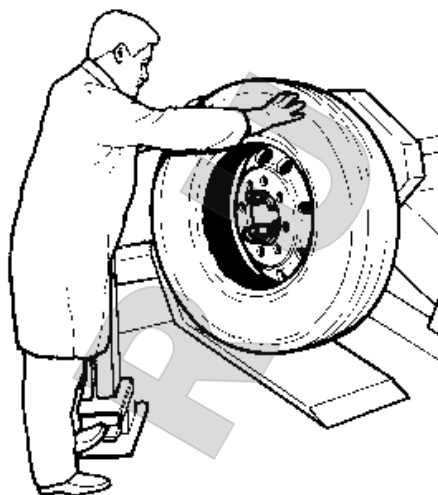

Рис.23
8. Подойдите к шине спереди и удерживайте ее обеими руками на последнем этапе операции демонтажа, чтобы она не упала и не укатилась, и, таким образом, процесс демонтажа не вышел из под контроля (Рис. 23).